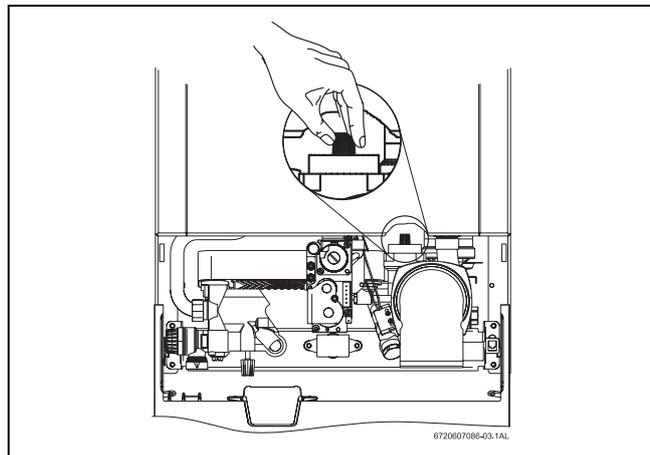

Fig. 12 Apertura valvola di sfiato
- Spurgare l'apparecchio d'eventuale aria mediante l'apposita valvola di spurgo (Fig. 12).